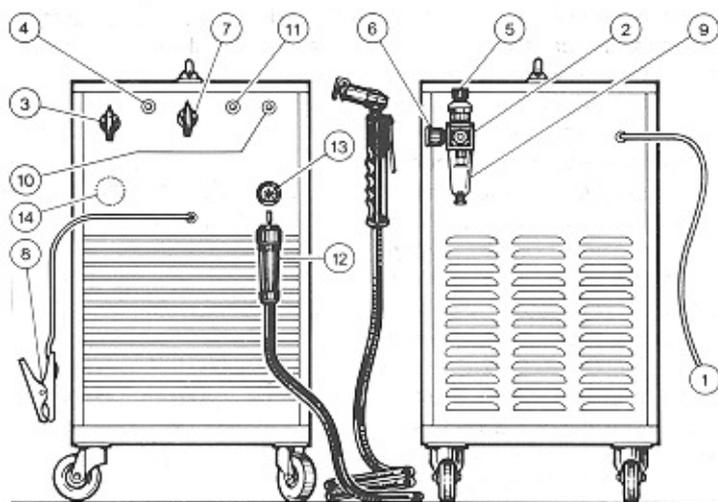
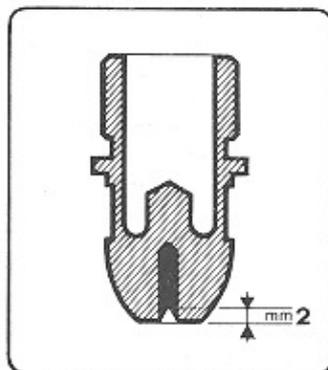
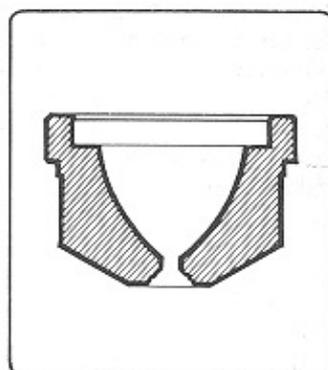
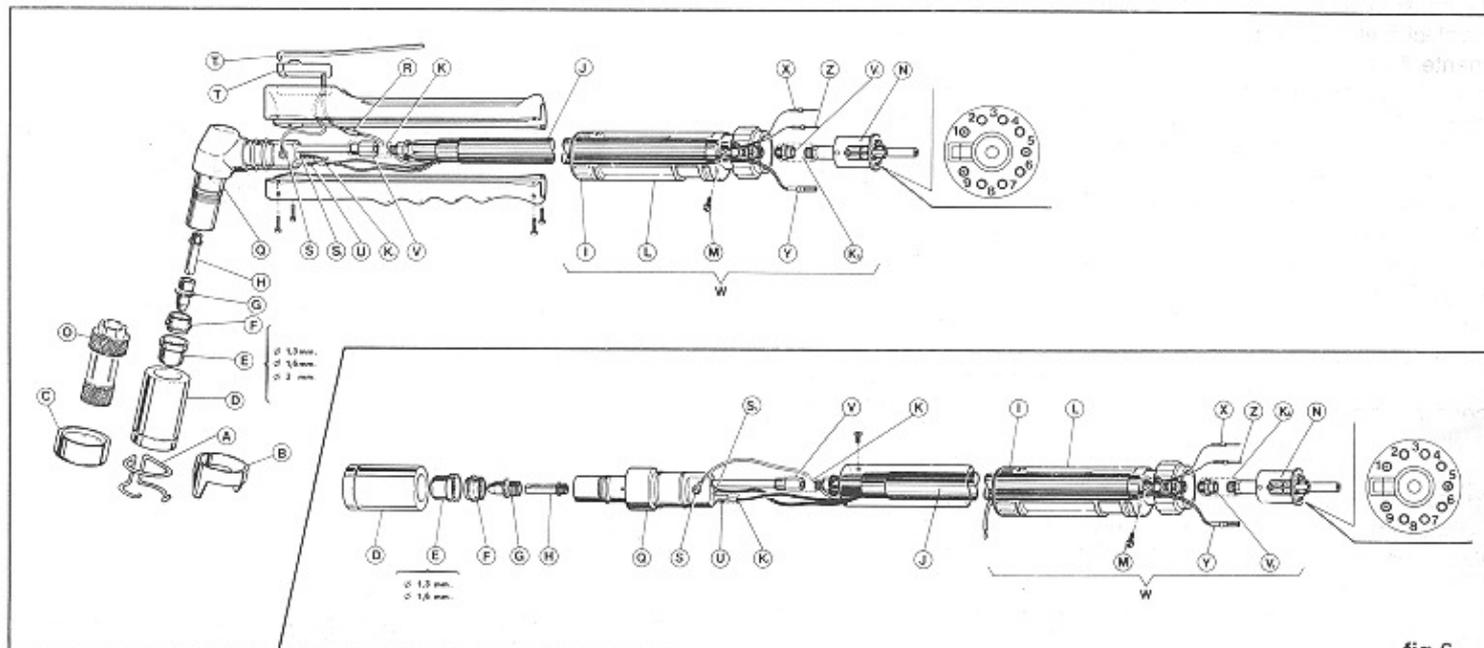

fig.2
fig.7
fig.8
fig.6
**Pneumatica:** per evitare che la pressione dell'aria sia insufficiente, posta sull'alimentazione della torcia ed evidenziata dalla lampada (11) (fig.2).
2) (Solo versione 90 A) che manda in blocco la macchina quando l'elettrodo raggiunge uno stato di usura tale da dover essere sostituito. Questa seconda funzione è evidenziata dall'accensione della lampada (10) (fig.2).
(Fig. 2) Montare la torcia sulla macchina avvitando a fondo la ghiera dell'adattatore (12) sul raccordo fisso (13) per evitare che perdite di aria da questo raccordo possano pregiudicare o danneggiare il funzionamento della torcia. Fare molta attenzione a non ammaccare il perno portacorrente o a non piegare gli spinotti dell'adattatore (12); un'ammaccatura sul perno impedisce di scollegarlo, una volta montato, dal raccordo fisso (13); uno spinotto piegato impedisce un buon fissaggio dell'adattatore (12) sul raccordo fisso (13) ed impedisce alla macchina di funzionare.
E' indispensabile utilizzare in ogni condizione di taglio un distanziale (distanziale a due punte B o molla A di fig.6). Tenere una distanza di circa 4 mm (torcia per impiego in automatico) per evitare di mettere a contatto diretto l'ugello con il pezzo da tagliare.
Accendere l'apparecchio agendo sull'interruttore di rete 3 (fig.2); questa operazione, è evidenziata dall'accensione della lampada(4).
Per questa operazione si deve usare l'ugello E (fig.6) diam.3 mm e si deve montare il distanziale C sulla boccola portaugello D. Il dis-
I particolari ad usura (fig.6) sono l'elettrodo G, il diffusore F e l'ugello E. La sostituzione di una di queste è possibile solo dopo aver svitato il porta ugello D.
L'elettrodo deve essere sostituito quando presenta un cratere profondo c.a. 2 mm. (vedi fig.7). Nella versione 90 A in caso di mancata sostituzione dell'elettrodo l'apparecchio si blocca (accensione lampada spia (10) fig. 2). Per ripristinarlo è necessario spegnere l'apparecchio sostituire l'elettrodo, l'ugello e riaccenderlo
agendo ancora sulla manopola (3) (fig. 2).
L'ugello va sostituito quando presenta il foro centrale rovinato oppure molto allargato rispetto a quello del particolare nuovo (vedi fig.8). Il diffusore F (fig.6) va sostituito quando una delle estremità tende a carbonizzare. Spesso questo particolare, a causa delle sollecitazioni termiche e meccaniche cui sottoposto, tende a rimanere incollato all'elettrodo G oppure all'ugello E. Per distaccarlo si consiglia di utilizzare l'estrattore O, fornito in dotazione all'apparecchio che permette il distacco senza danneggiare il diffusore.
### 2) Sostituzione del corpo torcia Q (vedi fig. 6)
### 3) Sostituzione dell'adattatore W (vedi fig.6)
### 4) Sostituzione del cavo J (vedi fig.6)
### 5) Sostituzione del pulsante T (torcia manuale - vedi fig.6)
### 6) Sostituzione dell'impugnatura (torcia manuale - vedi fig.6)
### 7) Sostituzione dell'impugnatura (torcia per impiego in automatico - vedi fig.6)
### 8) Sostituzione del tubetto diffusore H (vedi fig.6)
- manopola 7 (fig.2) non posizionata correttamente.
- morsetto di massa 8 (fig.2) non in buon contatto elettrico con il pezzo.
- (Solo per versione 120 A) foro ugello E (fig.6) troppo grande rispetto al valore di corrente predisposta con la manopola 7 (vedi fig.2).
Evitare di usare corpi appuntiti per non deteriorare il foro dell'ugello. Se si incontrano difficoltà a togliere l'elettrodo operare come indicato: lubrificare il filetto dell'elettrodo con liquido penetrante lubrificante; quindi svitare l'elettrodo. Se durante la rimozione di quest'ultimo si danneggia il filetto del supporto porta elettrodo del corpo torcia ripassarlo con un maschio M11 dopo aver tolto il tubetto diffusore H (fig.6).
Anche se la macchina è provvista di un dispositivo automatico per lo scarico della condensa, che entra in funzione ogni volta che si chiude l'alimentazione dell'aria, è buona norma, periodicamente, controllare che nella vaschetta 9 (fig.2) del riduttore non vi siano tracce di condensa. Periodicamente è necessario pulire l'interno della macchina dalla polvere metallica accumulatasi, utilizzando aria compressa.